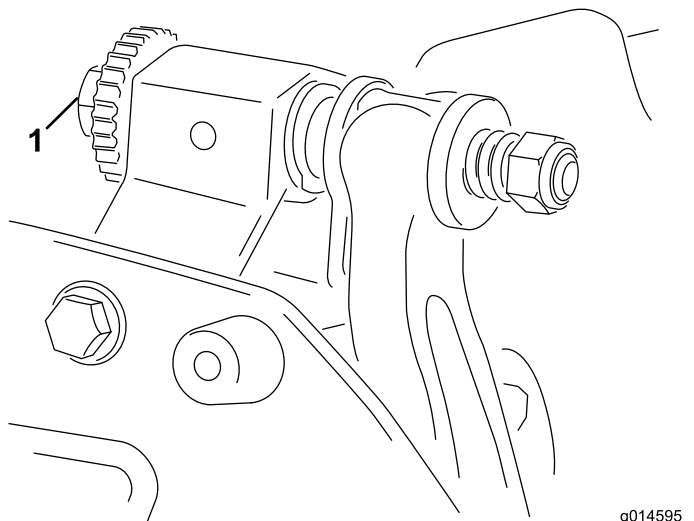

Figura 4
- Rode o parafuso de ajuste da barra de apoio direita (Figura 4) até sentir uma ligeira pressão no calço deslizando-o de um lado para o outro. Retire o calço.